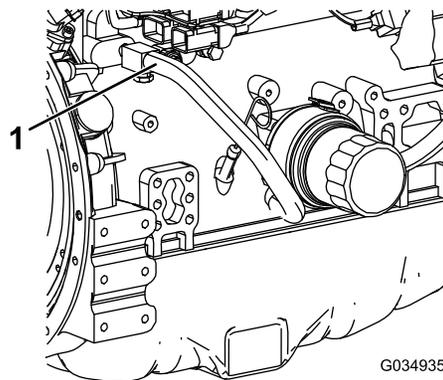

図 120
7. エンジンオイルクーラから冷却液ホースを外す 図 120。